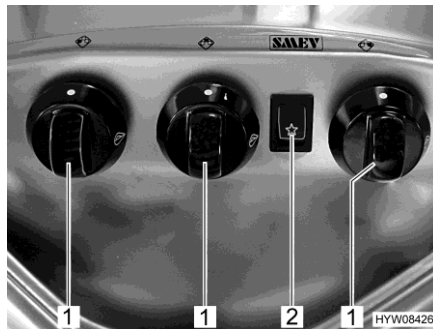

Fig. 118 Elementi di comando (fornello a gas)
- Ruotare il pomello girevole (Fig. 118,1) dell'impianto a fiamma libera desiderato in posizione accesa (fiamma alta).
- Premere l'interruttore a bilico (Fig. 118,2). Sul bruciatore vengono prodotte scintille.